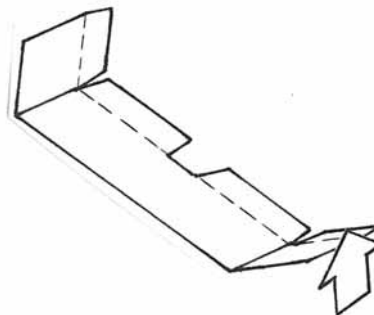
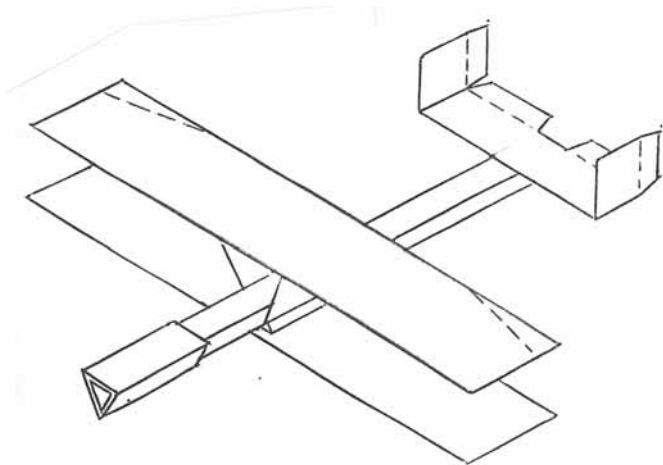

Рис. 7
Рис. 8
7. Для разнообразия хвостовое оперение (дет. 6) на этой модели принято двухкилевым (рис. 7). Оно наклеивается, как и раньше, на хвостовую часть фюзеляжа (рис. 8).